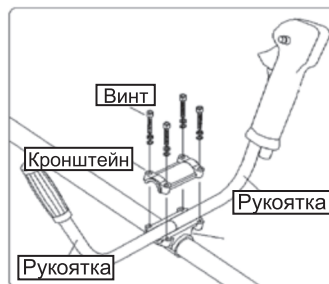

Рис. 4
7.2. Установка рукоятки (Рис. 4)